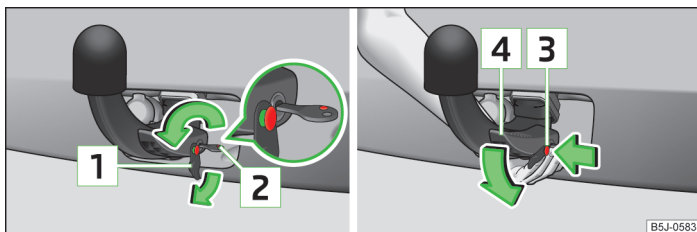

Fig. 105 Déverrouillage de la manette de la boule d'attelage/détachement de la boule d'attelage
- Retirez le cache » fig. 105 de la serrure de la boule d'attelage dans le sens de la flèche.